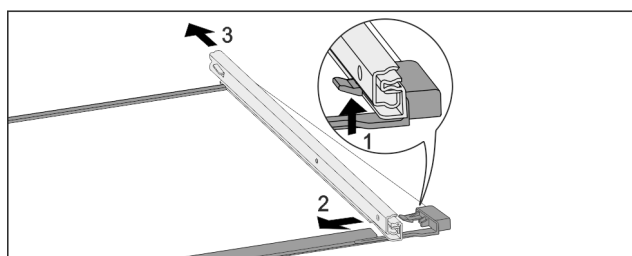

Fig. 253 Skleněná deska s kolejničkami
- Přední aretační háček zatlačte nahoru. Fig. 253 (1)
- Výsuvnou kolejničku vysuňte stranou Fig. 253 (2) a dozadu Fig. 253 (3).